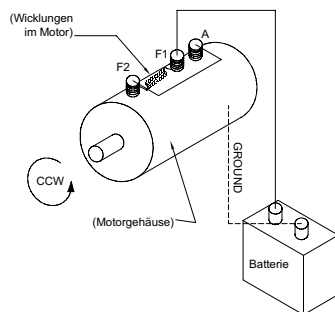

Abbildung 2
2. Das Kabel vom Batteriepluspol (+) mit der Motorklemme F-1 verbinden. Das Minuspolekabel (-) mit Masse am Motorgehäuse verbinden (siehe Abbildung 2).